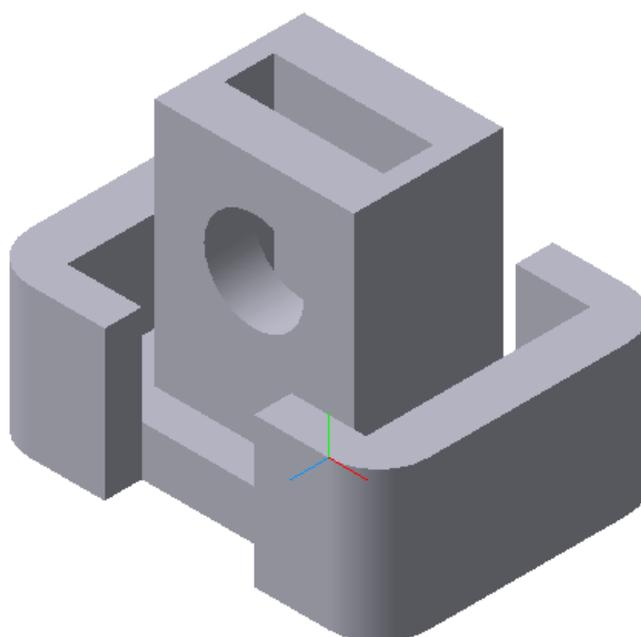

Рисунок 55
7. Вырезаем паз 10×32 мм от верхнего основания детали до ее нижнего основания. Построение эскиза выполняем в верхней плоскости. Используем те же команды, что и при предыдущих построениях (рисунок 55).